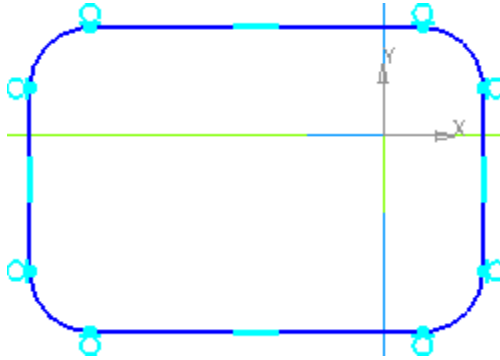

Рисунок 7.
- Скруглите вершины прямоугольника, попарно указывая примыкающие к ним отрезки (рис. 7).